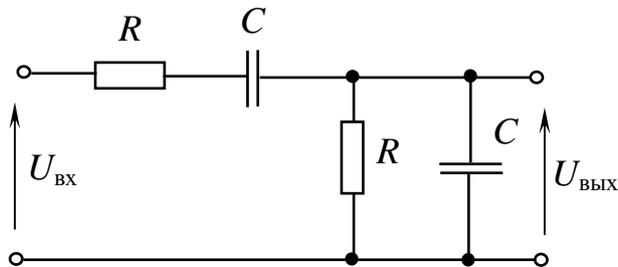

Рис. 4
4. Собрать пассивную цепь (рис. 4) и снять ее ЛАЧХ и ЛФЧХ (логарифмические амплитудно-частотную и фазочастотную характеристики). Принять $R=20+N$ кОм, $C=1000$ пФ. Зафиксировать частоту квазирезонанса и сравнить ее с расчетным значением ($\omega_0=1/RC$). Оценить коэффициент передачи на этой частоте.